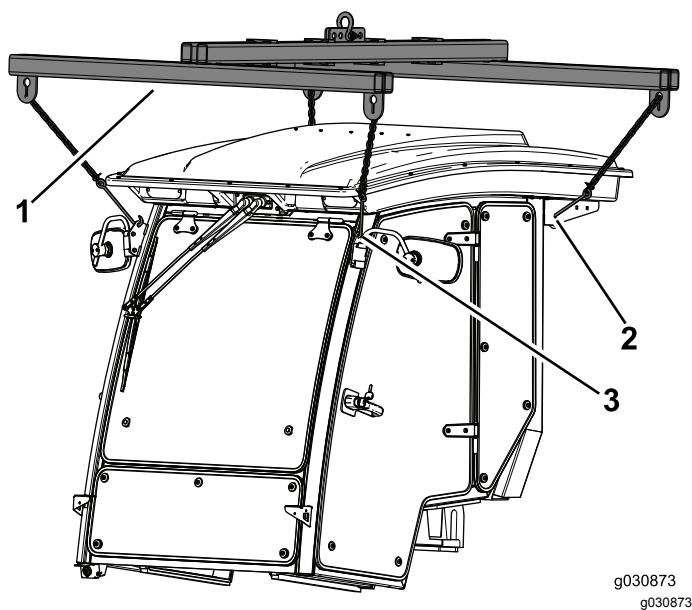

Figura 64
1. Utilize os quatro pontos de elevação para suportar a cabina acima da máquina (Figura 64).